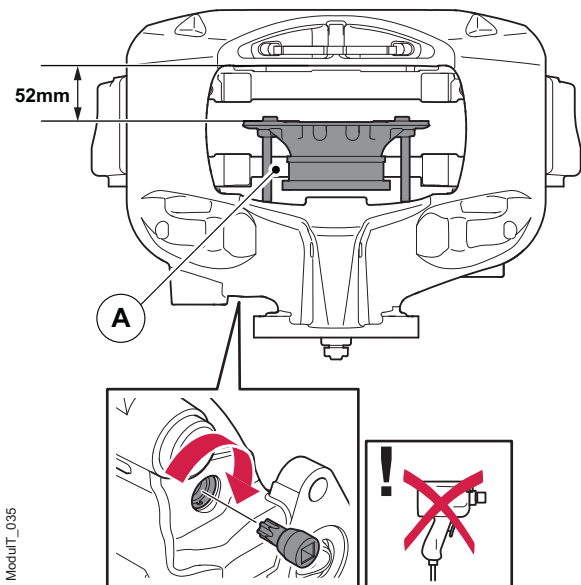

Figura 42. Extraer la placa de empuje
- Use la herramienta especial Haldex P/N 95232 (Torx 55) para girar manualmente el eje de reposición en sentido de las agujas del reloj y extraer la placa de empuje (A). Siga extrayendo hasta que la placa de empuje se desenrosque por completo y se separe del tornillo de ajuste, véase la figura 42.